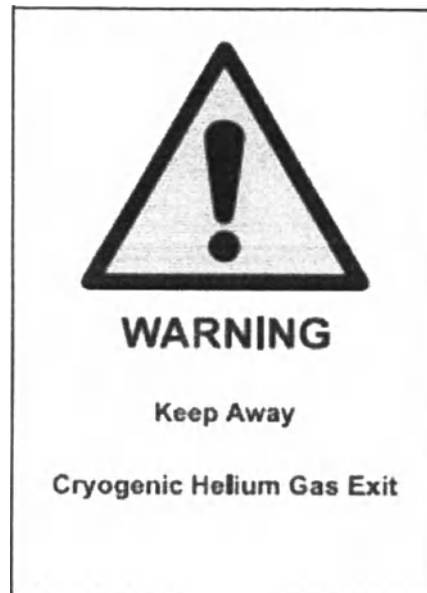

Рисунок 13.17 Предупреждающая табличка на конце охлаждающей трубки.
- Предупреждающие таблички (Рисунок 13.17)
Во избежание риска получения травм от холодных ожогов и удушья доступ к охлаждающей трубке следует ограничить на 3 м с каждой стороны и ниже и на 6 м по вертикали над выпускным отверстием, установите предупреждающие знаки (Рисунок 13.17). Выходное отверстие должно быть не менее 5 м над тротуарами. Выпускное отверстие не должно располагаться там, где в случае потери сверхпроводимости может произойти выброс гелия. Не допускайте попадания холодного газа прямо в окно.